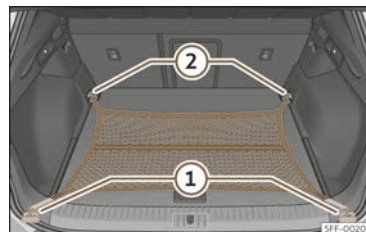

Abb. 198 Im Gepäckraum: flach eingehängtes Gepäckraumnetz.
- Hängen Sie die Haken in die Verzurrösen ein >>> (Abb. 198) ① und ② >>> ⚠. Der Reißverschluss des Gepäckraumnetzes muss dabei nach oben zeigen.